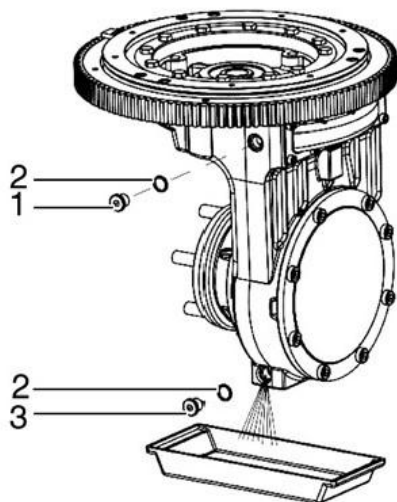

Рис. 23. Слив масла из редукторов GK25 и GK30
4. С помощью шестигранного ключа 6 мм отверните заливную пробку (см. рис. 23, поз. 1), затем снимите пробку и уплотнительное кольцо (см. рис. 23, поз. 2).
5. С помощью шестигранного ключа 6 мм отверните сливную пробку (см. рис. 23, поз. 3), затем снимите пробку и уплотнительное кольцо (см. рис. 23, поз. 2). Дождитесь полного слива масла из редуктора в подготовленную ёмкость. Слив масла может занять до 10 минут..